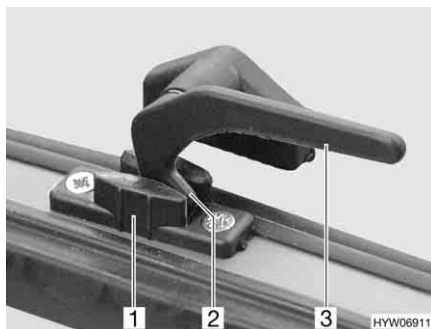

Fig. 11 Leva di serraggio in posizione "Aerazione continua"
- In posizione di "Aerazione continua" (Fig. 11)
- Ruotare la leva di serraggio (Fig. 11,3) di un quarto di giro verso il centro della finestra.
- Ruotare la leva di serraggio di un quarto di giro verso il telaio della finestra. Riportare contemporaneamente il nasello di chiusura (Fig. 11,2) nella rientranza della chiusura della finestra (Fig. 11,1).